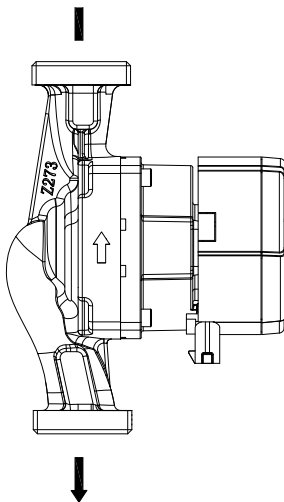

Рис. 2 Напрямок потоку
1. Стрілки на корпусі насоса показують напрямок потоку рідини (див. рис. 2).